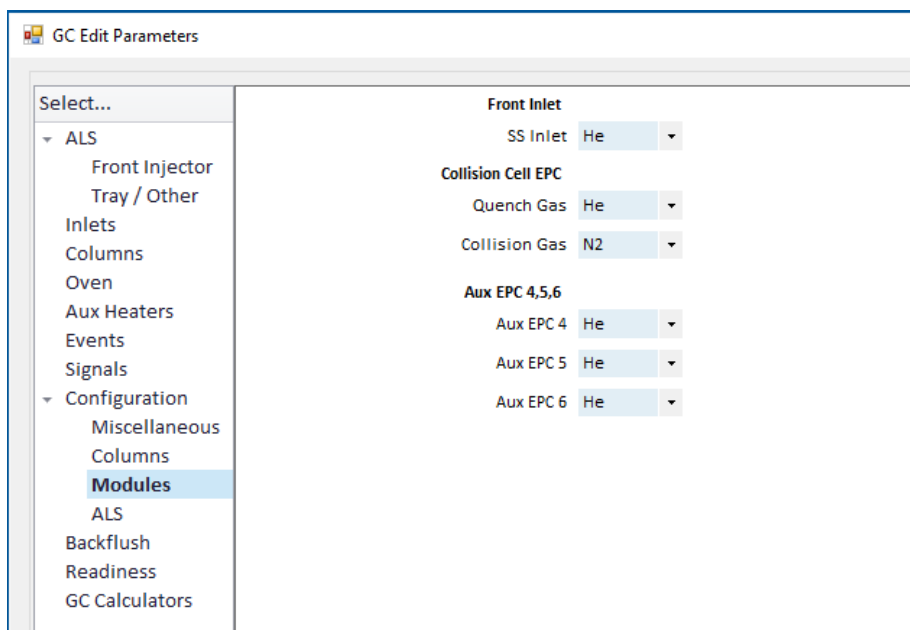

Figure 30. Configuration du gaz de CC
- 3 Sélectionnez **Configuration > Modules** pour afficher l'écran. (Voir **Figure 30**.)